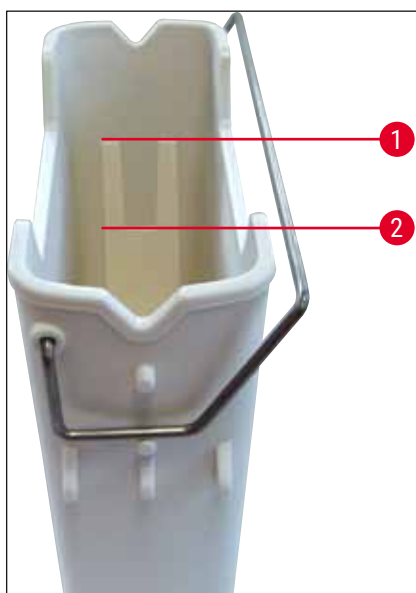
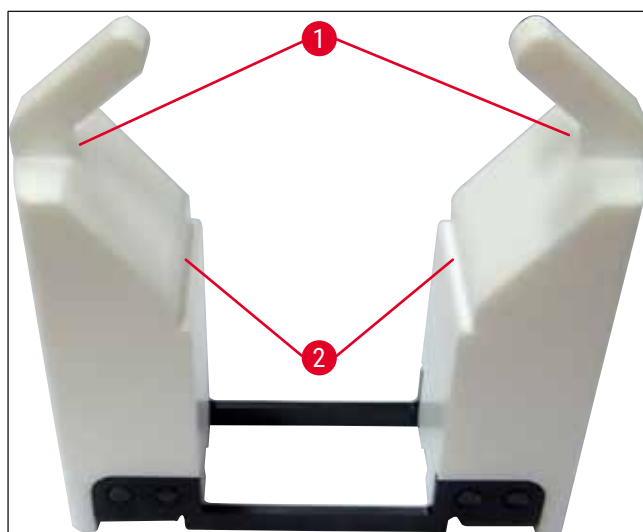

Bild 65
Bild 66
Kontrollera att reagenskyvetthandtaget är korrekt fastsatt på reagenskyvetten. Om detta inte är fallet ska handtaget sättas fast enligt (→ "Bild 65").
- Observera nivåmarkeringen på insidan av reagenskyvetten när du fyller den, oavsett typ av kyvett (→ "Bild 65") (→ "Bild 66").
- Om mellanlägg för specialinfärgning (→ "Bild 66") används i reagenskyvetterna för att reducera reagensvolymen ska dessa sättas i reagenskyvetten innan reagensen fylls på (minst upp till den markerade lägsta fyllnadsnivån (→ "Bild 66-2"), men inte över den högsta fyllnadsnivån (→ "Bild 66-1").